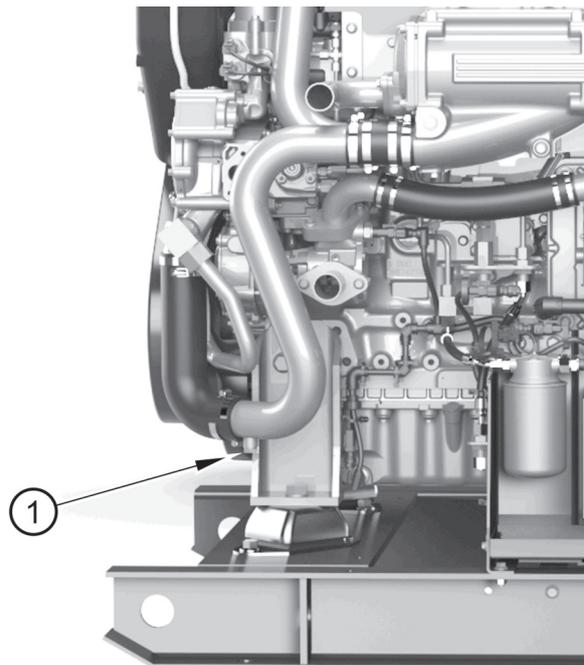

Abbildung 6
2. Entfernen Sie die Ablassschraube (Abbildung 6, Nummer 1) aus dem Wärmetauscherrohr.